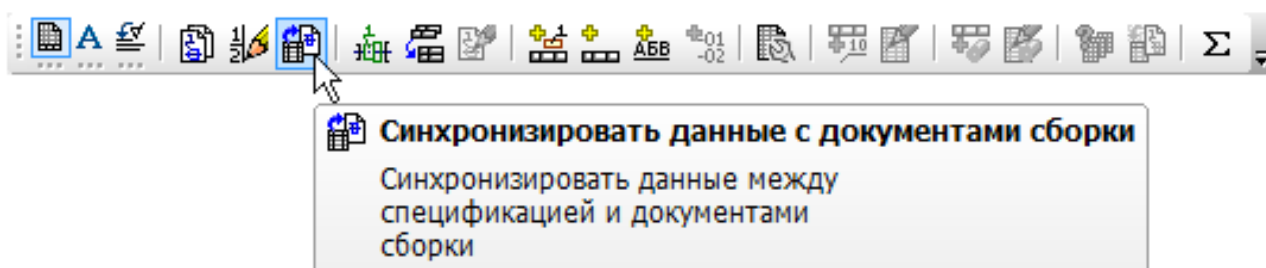

Рисунок 51
- Нажмите кнопку Синхронизировать данные с документами сборки (рис. 51).